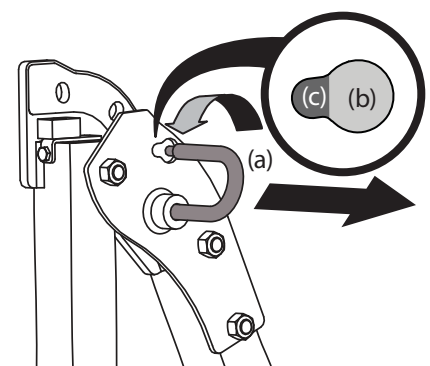

Figure 2-3
1. Tirez légèrement sur la partie supérieure de la structure de protection anti-retournement pour pouvoir retirer la goupille de verrouillage (a) de la position verrouillée (b). Tournez-la dans la position de réglage (c). Voir Figure 2-3. Répétez l'opération pour l'autre goupille.